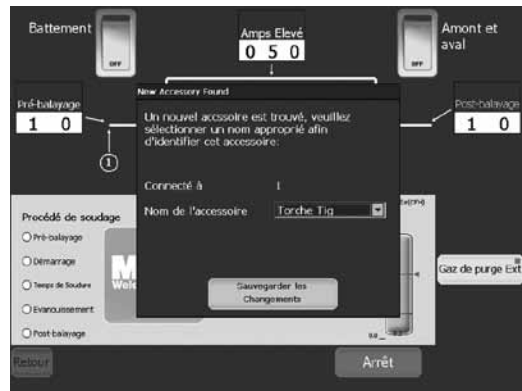

Fig. 1 — Écran « Accessoire »
7. Une fenêtre des accessoires s'affiche sur l'écran de l'alimentation M200. Sélectionnez **TORCHE TIG** dans la liste déroulante (voir la figure 1).